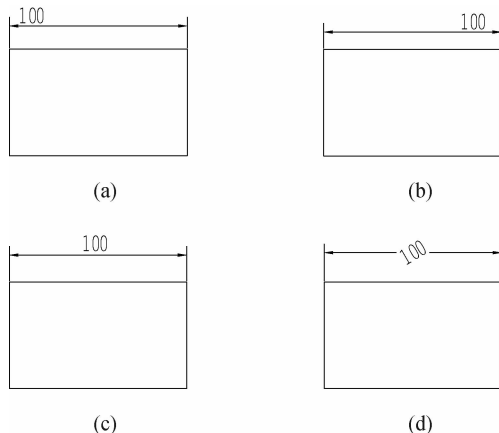

图 6-30 修改尺寸文字位置
- 左对齐(L): 把标注文字左移, 如图 6-30(a)所示。
- 右对齐(R): 把标注文字右移, 如图 6-30(b)所示。
- 居中(C): 把标注文字放在尺寸线上的中间位置, 如图 6-30(c)所示。
- 角度(A): 把标注文字旋转一角度, 如图 6-30(d)所示。